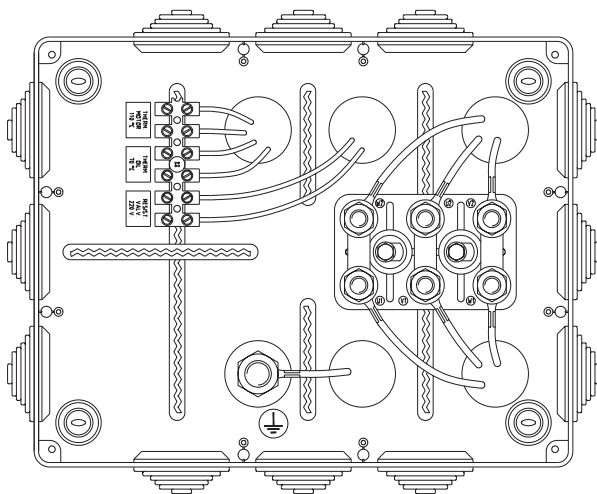

Fig. 13 Scatola dei collegamenti per centralina standard
- La scatola della centralina standard comprende (vedi Fig. 13):